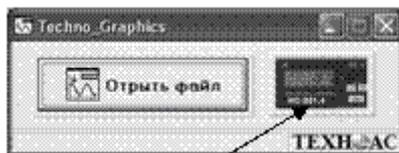

Рис. 24
1) Нажать на правую кнопку при запуске программы TG (рис.24).